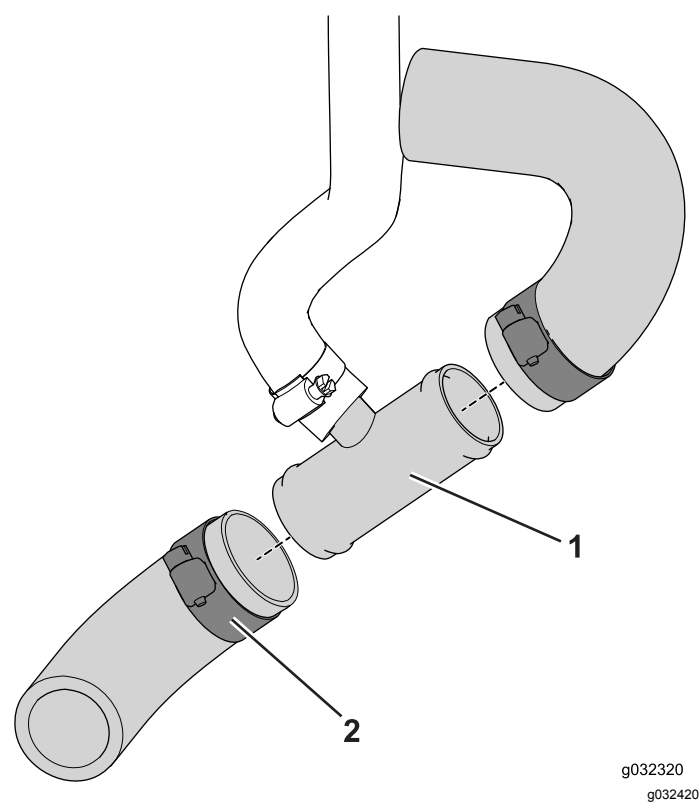

Figura 13
- 3. Coloque los extremos cortados en el acoplamiento en T y sujételos con abrazaderas ($\frac{3}{4}$ " a $1\frac{1}{2}$ "), como se muestra en la Figura 13.